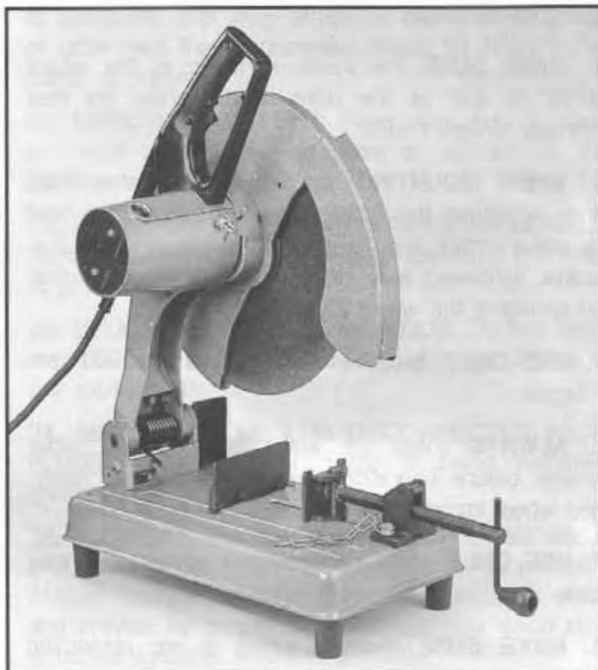

Fig. 4
2. (Fig.4) zeigt den Sägekopf in der oberen aufgeklappten Position.